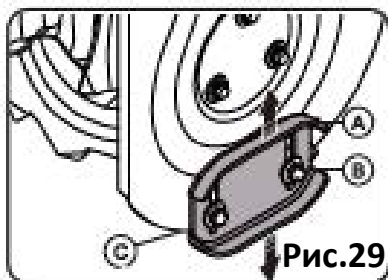

Рис.29
10.1. Двусторонние опорные башмаки (лыжи) (Рис.29).
После использования в течение определенного периода времени, если обнаружено, что нижняя часть башмака (В) изношена; ослабьте контргайку М8 (В), отрегулируйте башмак (В) вверх и вниз, чтобы расстояние между нижней частью корпуса снегозаборника (С) и землей оставалось равным 3-6 мм, чтобы избежать ненормального износа нижней части корпуса снегозаборника (С) см. рис.29.